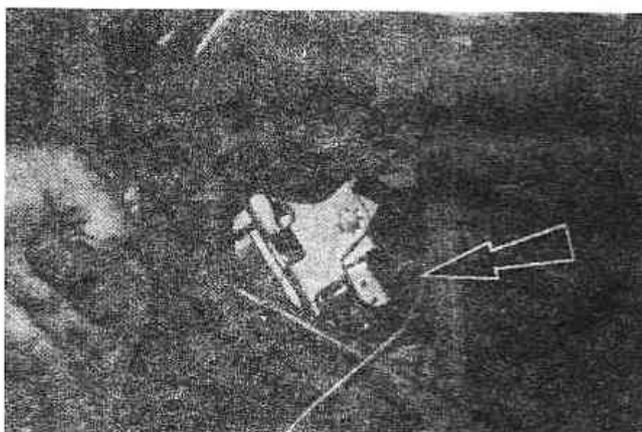

Рис.12.7. Отсоедините тягу внутренней ручки от замка задней двери (Разд.10)
4. Выверните три винта, крепящие замок, и протолкните замок в полость двери. Поверните тягу внутренней ручки и отсоедините ее от замка (Рис. 12.7). Снимите замок.